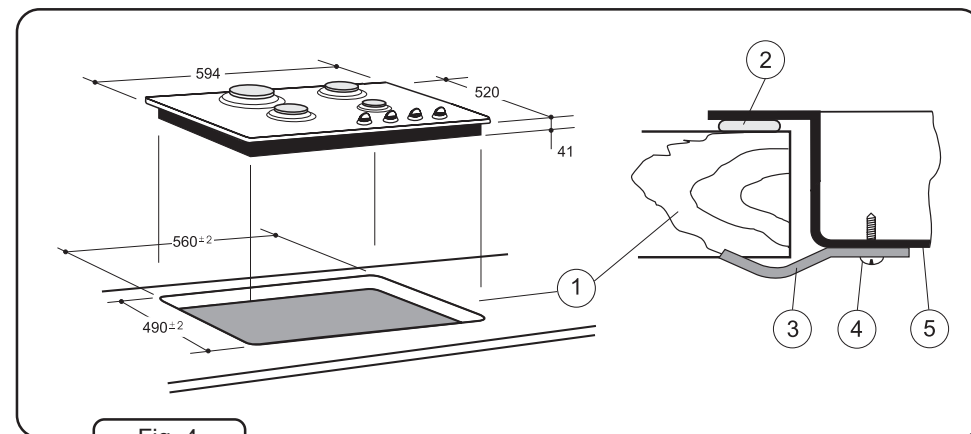

Fig. 4
2. Corte un agujero rectangular de dimensiones 490 x 560 [mm] en la mesa de trabajo (fig. 4).
4. Coloque la placa boca abajo y pegue la junta 2 en todo su perímetro (fig. 4 y 5).